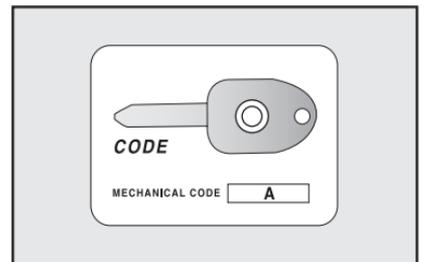

fig. 2
- destravamento do porta-malas por meio do controle remoto (chave **B**-**fig. 2**);
- travamento/destravamento das portas por meio do controle remoto (chave **B**-**fig. 2**).
Com o conjunto de chaves é entregue o **CODE CARD** **fig. 2** no qual é indicado:
A-**fig. 2** - O código mecânico das chaves a comunicar à **Rede Assistencial FIAT** para pedir cópias das chaves.